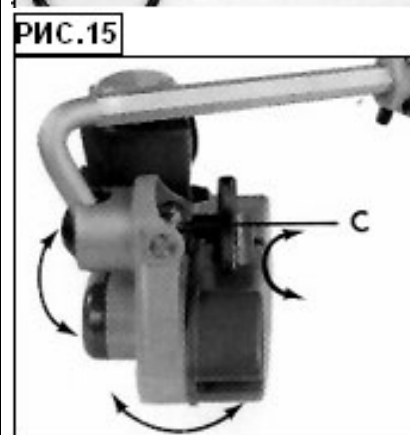

РИС.15
4. Когда рычаг (С) ослаблен, фидер может вращаться вокруг шарнирного соединения. См. РИС. 15.